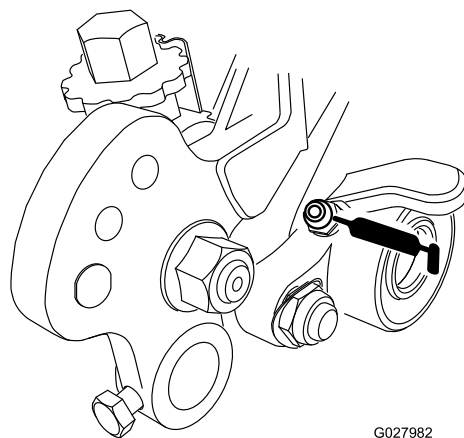
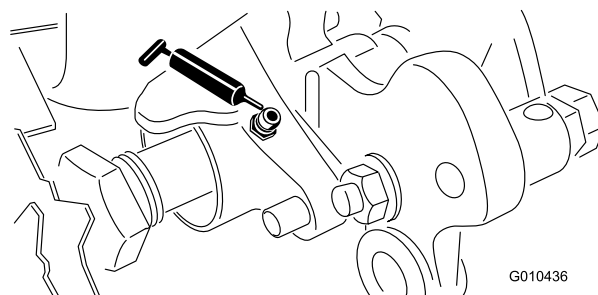

図 17
図 18
33. グルーマベアリング 図 17 と 図 18 は、1週間または10運転時間ごとにグリスアップを行い、長期保管後に再び使用を開始するとき、および水洗いした直後には前記整備間隔に関わらずグリスアップを行う。グリスがグルーマシャ